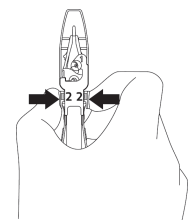

図 2 カバーの取り外し
③ カバーのリリースタブ(刻印 2)を矢印の方向につまみながら持ち上げ、カバーをケースから取り外す(図 2)。